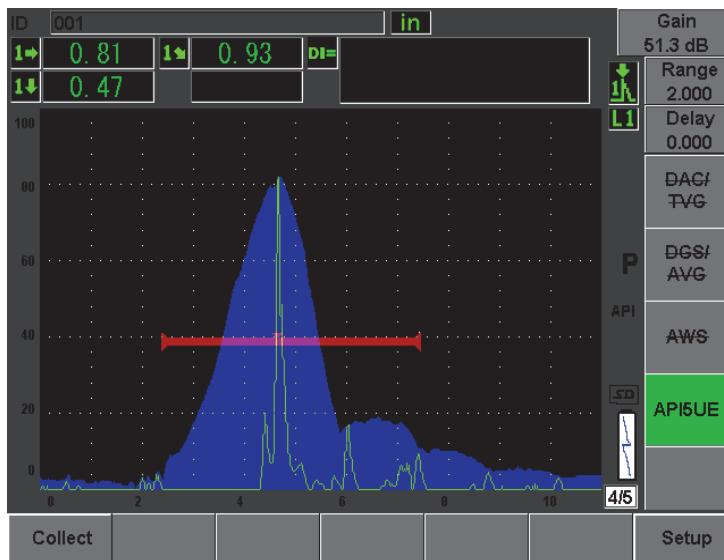

图 12-23 在包络模式下采集校准数据
4. 按 **[P1]**，从包络上收集 A_{max} （最大波幅）、 T_1 、 T_2 数据（参见第 256 页的图 12-23）。